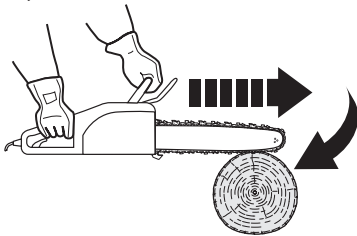

Fig. 26
1. Si se pellizca la cadena de la sierra (11) a lo largo de la parte inferior de la barra guía (12), se puede tirar del producto hacia delante, alejándolo del operador (Fig. 26).